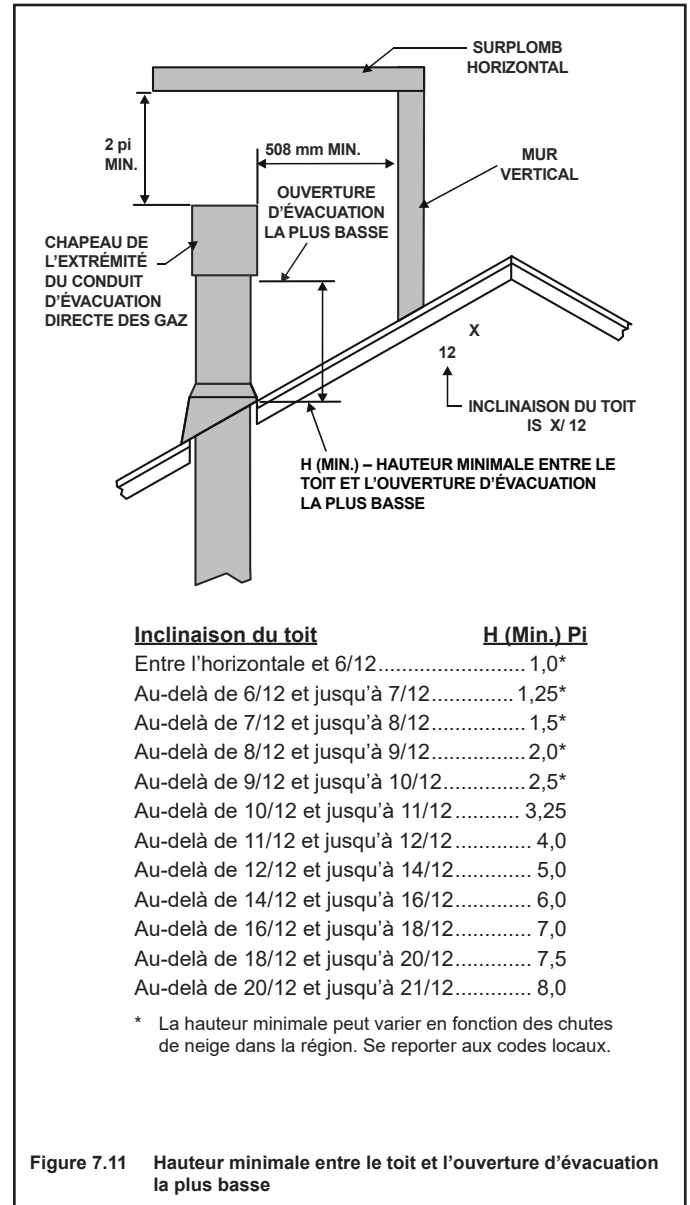

Figure 7.11 Hauteur minimale entre le toit et l'ouverture d'évacuation la plus basse
- Voir les exigences minimales de hauteur pour déterminer la longueur du conduit d'évacuation pour différentes inclinaisons de toit (figure 7.11).